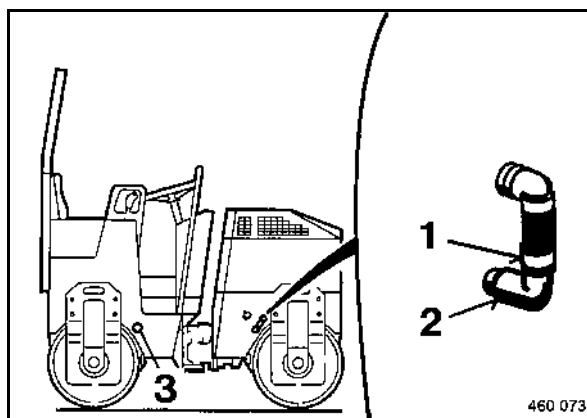

fig. 116
- Dévisser les bouchons 3 (fig. 116) aux tubes d'arrosage.
- Desserrer le collier (2) et débrancher le tuyau des tubes d'arrosage.
- Extraire les tubes d'arrosage (3) et les rincer avec soin.